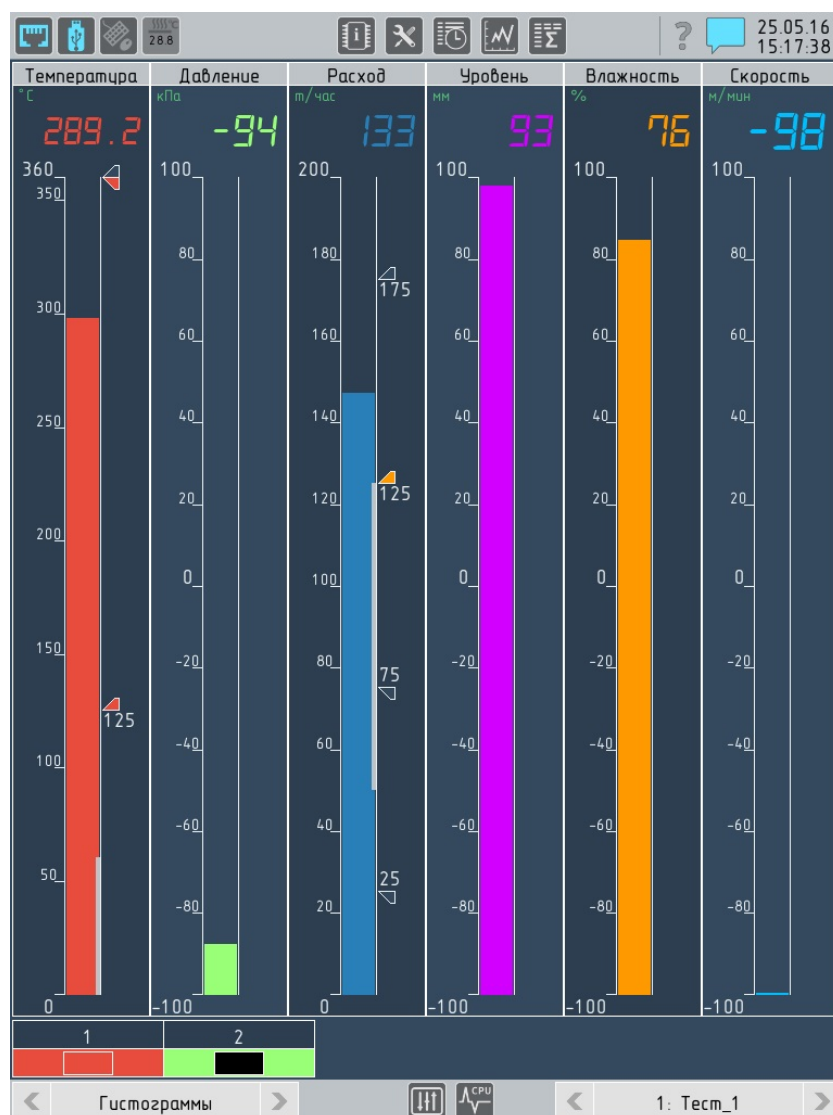

Рисунок 4.10 – Режим Гистограмма малая группа, цветовая идентификация
- ▶ **гистограммы** – группа гистограмм (см. рисунок 4.10);
Режим позволяет выводить результаты измерений для группы каналов в виде ряда окон гистограмм, которые могут дополняться индикаторами состояния дискретных объектов расположенными в нижней части экрана (см. рисунок 4.10), количество и группировка объектов аналогично режиму цифры.